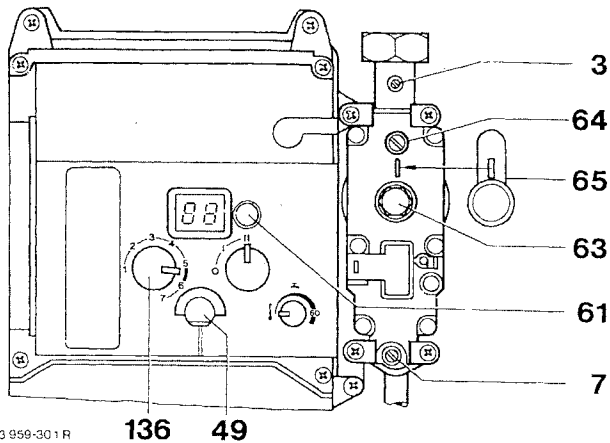

Bild 30
1. Plombierte Abdeckkappe 65, Bild 30 über den beiden Gas-Einstellschrauben entfernen.